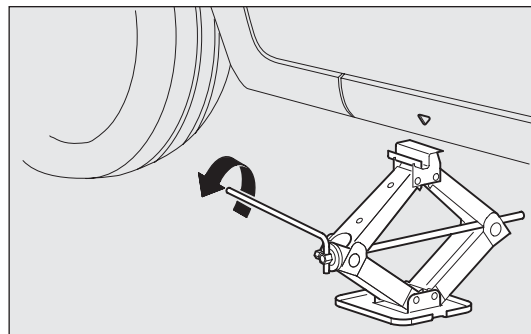
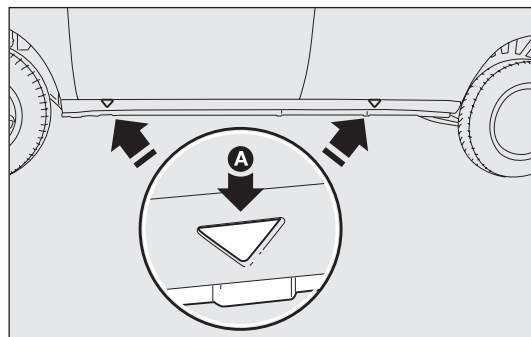

fig. 135
fig. 136
- ☐ accione el gato con el mando (separe la manivela del clip y del orificio de la tuerca) para abrirlo parcialmente fig. 135; a continuación, colóquelo debajo del vehículo a la altura de las marcas A-fig. 136 cerca de la rueda que desea reemplazar;